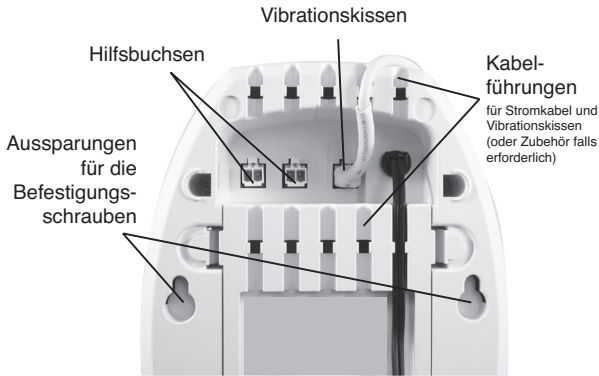

Abbildung 1a
4.2.3 Sollte die Störungsanzeige alle 4 Sekunden gelb leuchten, kontrollieren Sie bitte den Anschluss des Vibrationskissens. Stellen Sie sicher, dass es fest mit der Anschlussbuchse verbunden und eingerastet ist (siehe Abbildung 1a). Wenn diese Verbindung in Ordnung ist, achten Sie bitte auf die Betriebsanzeige. Sollte hier ein gelbes Blinken zu sehen sein, besteht ein Problem mit dem Stromnetz und das Modul wird von dem Notstromakku mit Energie versorgt.